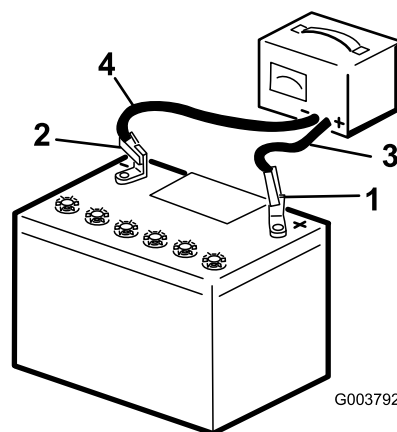

Figura 54
- Caricate la batteria per 4-8 ore a 3-4 A (Figura 54). Non sovraccaricate.
- Quando la batteria è completamente carica, staccate il caricabatterie dalla presa elettrica e scollegate i cavi di ricarica dai poli della batteria (Figura 54).